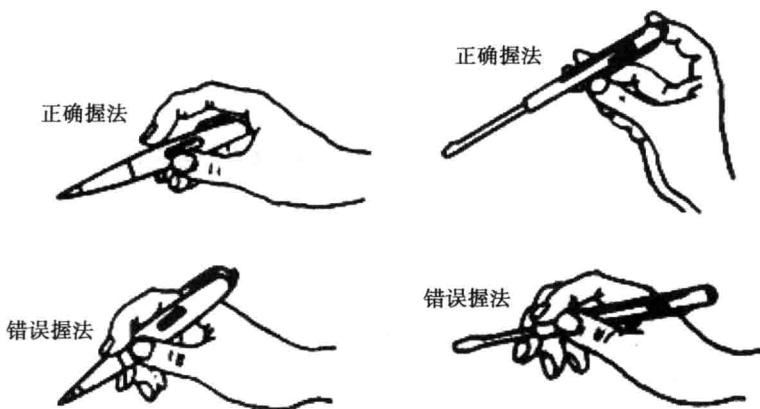

图 1-1 验电笔的握法
(1) 普通验电笔的使用方法。普通验电笔常做成钢笔式结构或小型螺丝刀结构。它的前端是金属探头，后部塑料外壳内装有氖泡、安全电阻和弹簧，尾端有金属端盖或钢笔型金属挂鼻。测试时验电笔的握法如图 1-1 所示。